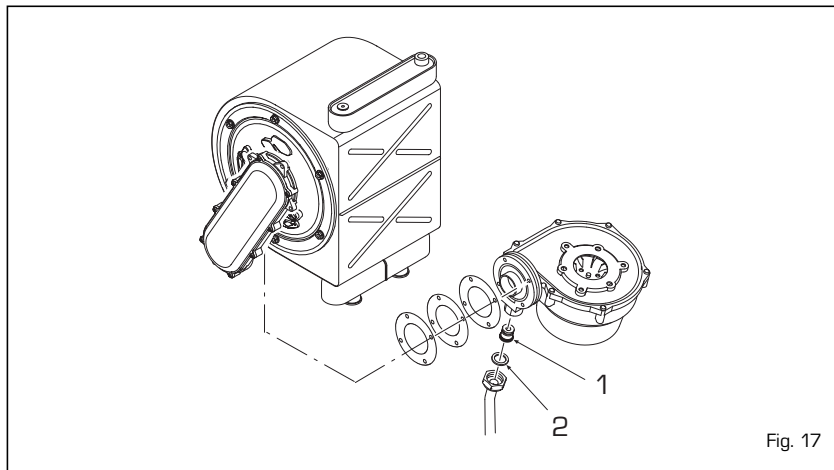

Fig. 17
4.2 TRASFORMAZIONE AD ALTRO GAS (fig. 17)